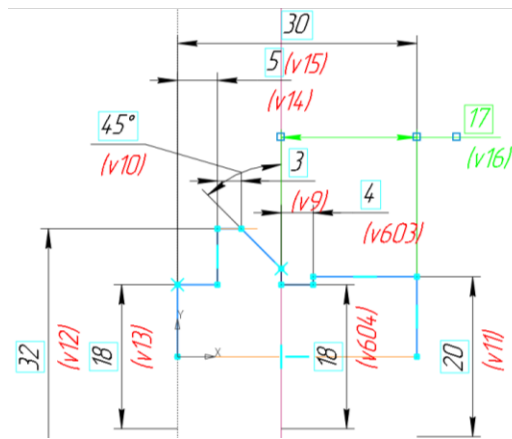

Рис. 2 Создание эскиза для моделирования наружной поверхности детали
- **Инструменты эскиза – Геометрия – Отрезок.** Параметры команды Отрезок: геометрические ограничения – Объединить точки: начало координат (0, 0, 0) и первая точка отрезка, Выравнивание отрезков по горизонтали и вертикали; размерные зависимости (рис. 2).